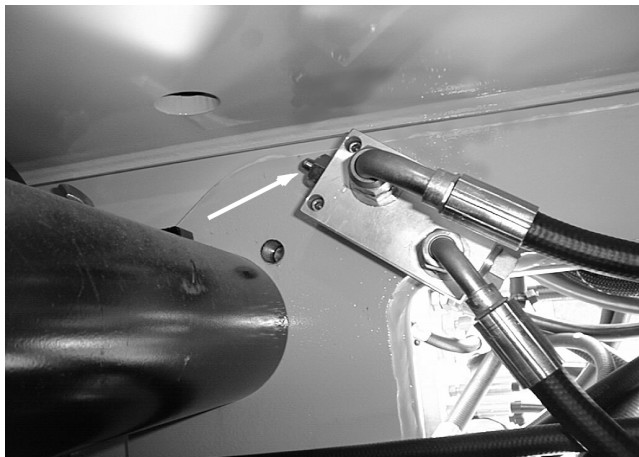

Рис. 2-1. Вертикальный концевой выключатель нижней стрелы
- a.** Разместите машину на ровной поверхности с нижней стрелой в транспортном положении. Определите вертикальный концевой выключатель нижней стрелы, расположенный рядом с цилиндром подъема нижней стрелы в нижней (задней) части основной секции нижней стрелы. Откройте левый капот и выполните визуальную проверку, чтобы удостовериться, что плунжер на вертикальном концевом выключателе нижней стрелы полностью выдвинут. На Рис. 2-1. плунжер показан в полностью выдвинутом положении.